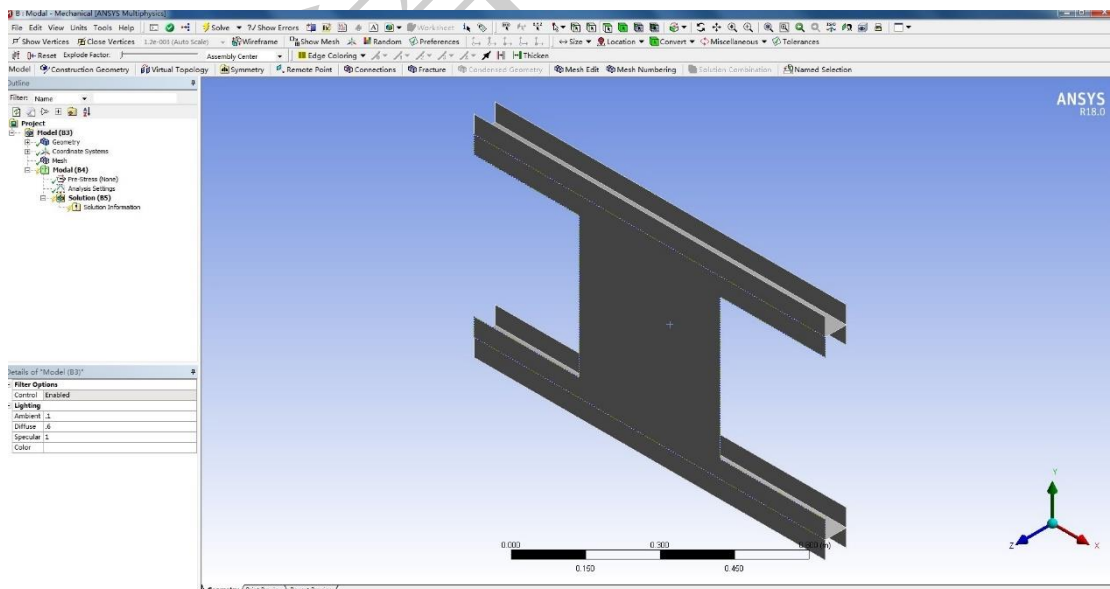

图 2.6
11. 双击模态分析项目 **B** 的 **Model**，进入有限元模型，缩放合适窗口，如图 2.6 所示。